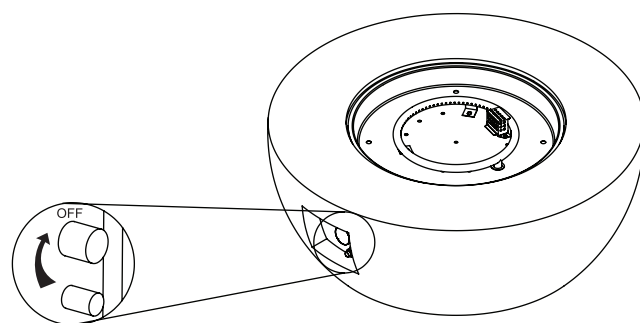

Figure 2
2. Asegúrese de que el regulador de gas esté en la posición “OFF” antes de continuar (ver Figure 2).